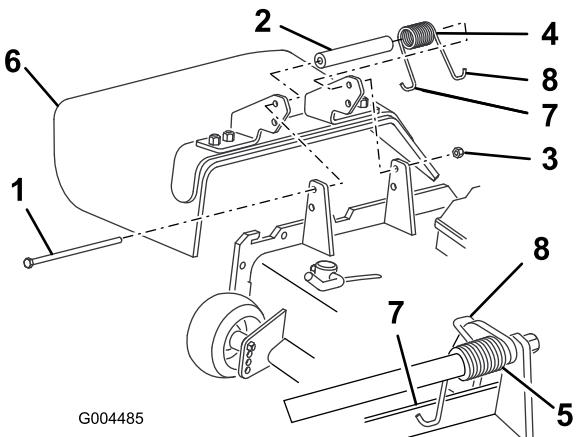

図 80
2. デフレクタをピボット・ブラケットに固定しているロックナット、ボルト、スプリング、スペーサを外す(図 80)。デフレクタを取り外す。
3. デフレクタのブラケットの間にスペーサとスプリングを入れる(図 80)。スプリングの左側のフックを、デッキのエッジに引っ掛ける。
注 ボルトを取り付ける前に、スプリングのJ字フックがデッキの後部エッジに図 80 のように取り付けられていることを確認してください。
4. ボルトとナットを取り付ける。スプリングの右側のフックを、デフレクタに引っ掛ける(図 80)。